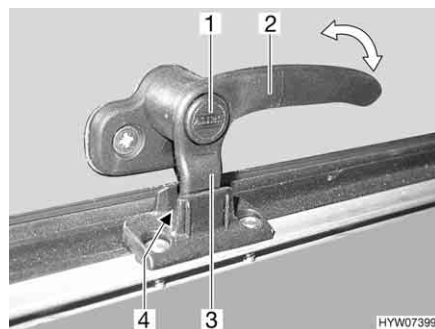
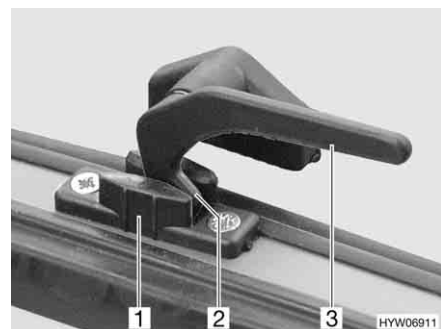

Bild 71 Verriegelungshebel mit Sicherungsknopf in Stellung "Dauerbelüftung"
Bild 72 Verriegelungshebel in Stellung "Dauerbelüftung"
- in Stellung "Dauerbelüftung" (Bild 71 und Bild 72)
- Wenn vorhanden, Sicherungsknopf (Bild 71,1) drücken und gedrückt halten.
- Den Verriegelungshebel (Bild 71,3 oder Bild 72,3) eine viertel Umdrehung zur Fenstermitte hin drehen.
- Den Verriegelungshebel wieder zurückdrehen. Die Verriegelungsnase (Bild 71,3 Bild 72,2) am Verriegelungshebel dabei in die Aussparung der Fensterverriegelung (Bild 71,4 oder Bild 72,1) einfahren.
- Wenn vorhanden, Sicherungsknopf (Bild 71,1) loslassen.